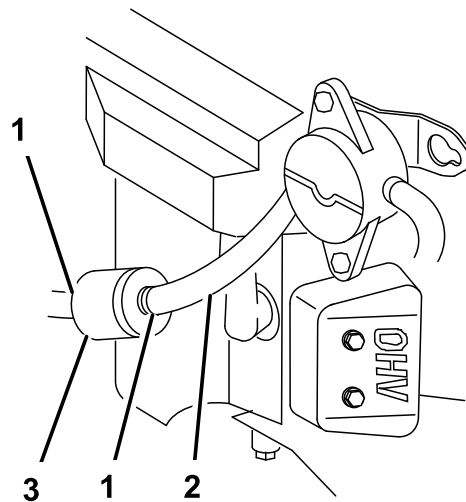

Figura 28
3. Chiudete la valvola di intercettazione sul serbatoio del carburante (Figura 28).
4. Premete le estremità delle fascette stringitubo ed allontanatele dal filtro (Figura 28).
7. Aprite la valvola di intercettazione sul serbatoio del carburante (Figura 28).